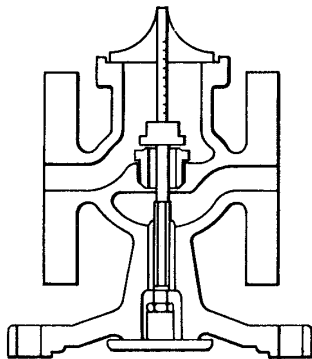

Fig.11
9. Wanneer veel gerodeerd werd, of bij vernieuwing van één van beide onderdelen, kan het nodig zijn de lengte van de klepstoter (26) te regelen om de juiste lichte hoogte van de klep te verzekeren.
10. Daartoe moet de klepstoter (26) met de klepstotervoet (25) gedemonteerd worden volgens de procedure 5.8 stap 2 en 3.
11. Plaats de klepstoter met voet (26 en 25) en de hoofdklep (17) terug. Zie na of de klep wel degelijk op haar zittig rust.
12. De hoofdklep kan nu geopend worden door de klepstotervoet naar boven te drukken tot hij het huis raakt. Controleer de lichthoogte van de hoofdklep met behulp van een dieptemaat zoals getekend in fig.11.
13. Wanneer de lichthoogte niet overeenstemt met de waarde gegeven in tabel 3, schroef dan de tegenmoer (30) los en regel de lichthoogte door de klepstoter verder in of uit de klepstotervoet te schroeven. Bij correcte lichthoogte moet de tegenmoer (30) weer vastgeschroefd worden.
15. Verzeker er u van dat de afdichtingsvlakken van het huis en van het servoklephuis zuiver zijn. Plaats de hoofdklep (17) en hoofdklepveer (16) terug (in juiste stand).
16. Plaats de nieuwe dichting (15) en bevestig het servoklephuis (10) op het huis met de moeren (21) Aanspannen volgens tabel 1.